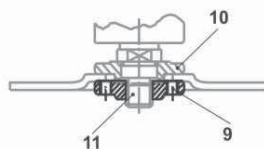

Fig. 14
- Disques fins (< 4 mm) et incurvés au centre : placez la bride de sorte que la partie saillante se trouve sur le côté opposé au disque (Fig. 14).